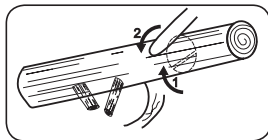

Abb. 12B
2. Bei Stamm, abgestützt nur an einem Ende Schneiden Sie zuerst 1/3 des Stammdurchmessers von unten nach oben, um ein Absplittern zu vermeiden. Schneiden Sie dann von oben auf den ersten Schnitt zu, um ein Festklemmen zu vermeiden (Abb. 12B).